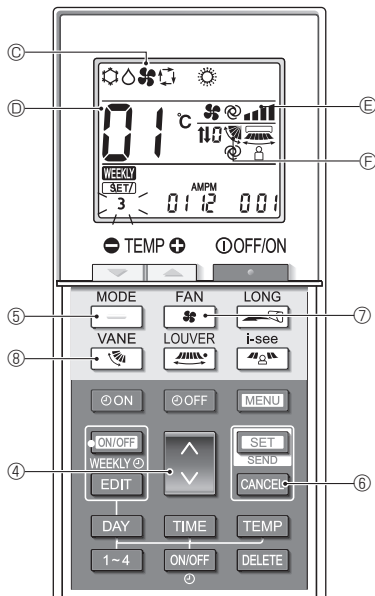
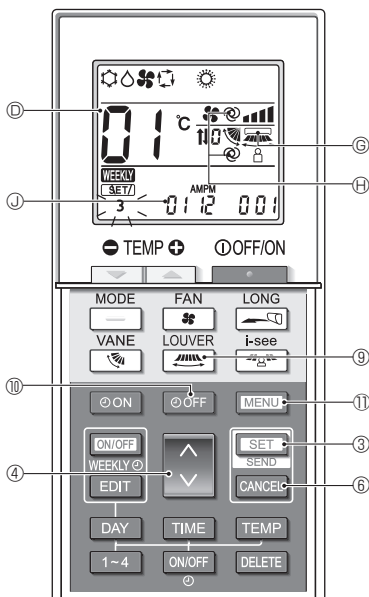

Fig. 6-2
Fig. 6-3
(Fig. 6-2, Fig. 6-3)
- Ha nem megfelelő a beállítás, nyomja meg a gombot ⑥ és ismételje meg az eljárást az 1. lépéstől.
6.4. A beállítások befejezése (Fig. 6-3)
- Tartsa lenyomva a gombot ③ 5 másodpercig.